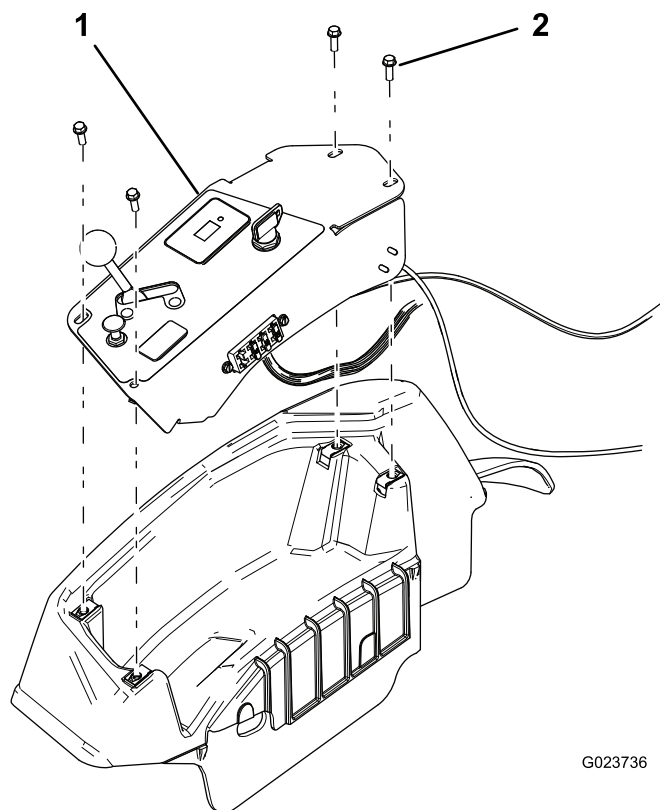

Figura 8
2. Retire el panel de control (Figura 8).